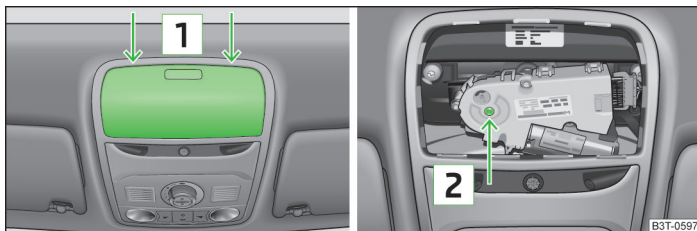

Fig. 195 Punto de apoyo del destornillador / orificio para apoyar la llave
- Insertar cuidadosamente un destornillador de unos 5 mm de anchura en la ranura, en los puntos indicados con flechas **1** » *fig. 195*.